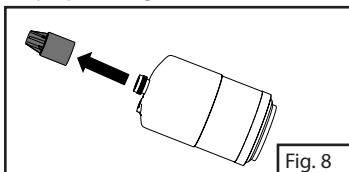

Fig. 8
3. Retire la cubierta plástica de la parte de arriba de la garrafa de propano. (Fig. 8)